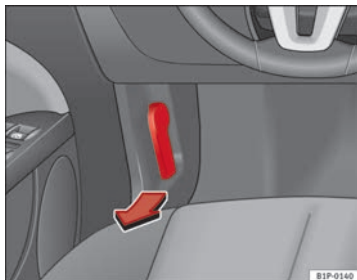

Abb. 142 Ausschnitt aus dem Fußraum auf der Fahrerseite: Entriegelungshebel für die Motorraumklappe
- Ziehen Sie den Hebel unter der Instrumententafel ⇒ Abb. 142 in Pfeilrichtung. Die Motorraumklappe wird durch Federwirkung entriegelt ⇒ △.